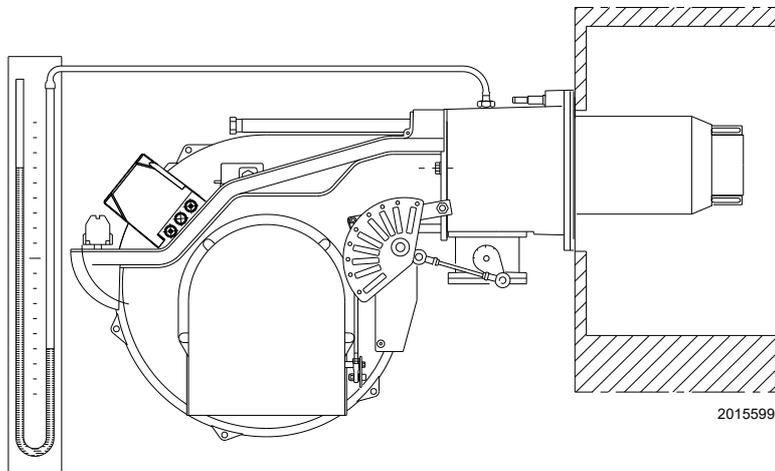

Abb. 29
- Entlüften Sie nun die Leitung der Gasstrecke indem Sie einen Kunststoffschlauch an der Druckentnahmestelle 1)(Abb. 29) des Gas-Mindestdruckwächters anschließen. Führen Sie den Kunststoffschlauch ins Freie und entlüften Sie bis der Gasgeruch wahrnehmbar ist.
- Montieren Sie ein U-Rohr-Manometer (Abb. 29) an der Gasdruckentnahmestelle der Muffe. Dies dient dem Ermitteln der ungefähren MAX. Leistung des Brenners anhand der Tab. L auf S. 24.
Das U-Rohr-Manometer (Abb. 29 auf S. 29) zeigt den Gaseintritt an der Muffe an.